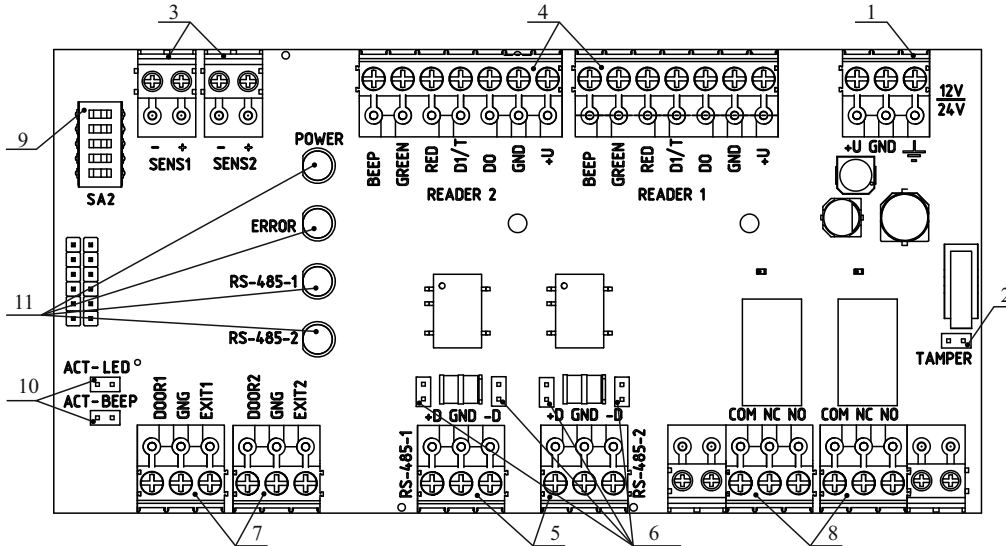

Рисунок 4 – Плата модуля
- 5.5 На модулях внешних подключений (рисунок 4) расположены: